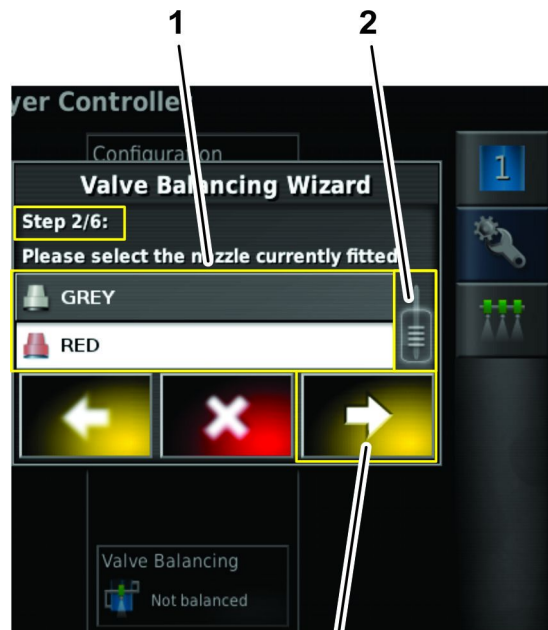

Figura 135
2. En el paso 2 del asistente de equilibrado de válvulas, arrastre la barra de desplazamiento según sea necesario para mostrar la boquilla de fumigación que usted está configurando, y luego pulse el icono de la boquilla de la lista desplegable (Figura 135).
3. Pulse el icono de siguiente (Figura 135).